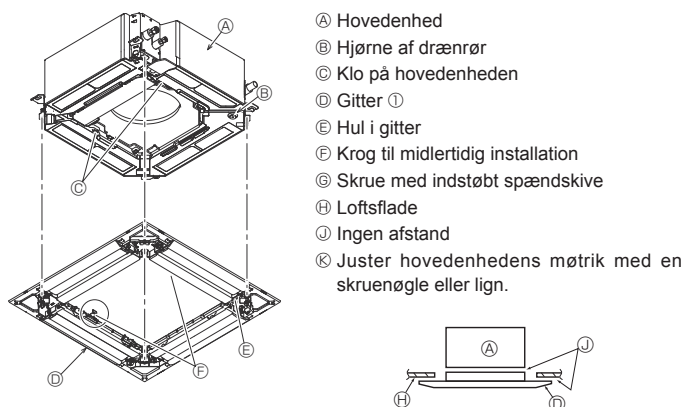

Fig. 9-6
9.4.2. Midlertidig installation af gitteret (Fig. 9-6)
- Fastgør gitteret på hovedenheden ved at spænde de præinstallerede skruer. (Fig. 9-6)
Kontroller, at der ikke er mellemrum mellem hovedenheden og gitteret eller mellem gitteret og loftsfladen. (Fig. 9-6)
- Når skruen er spændt, skal det kontrolleres, at de to gitterkroge (Fig. 9-6) har fat i kroge på hovedenheden.